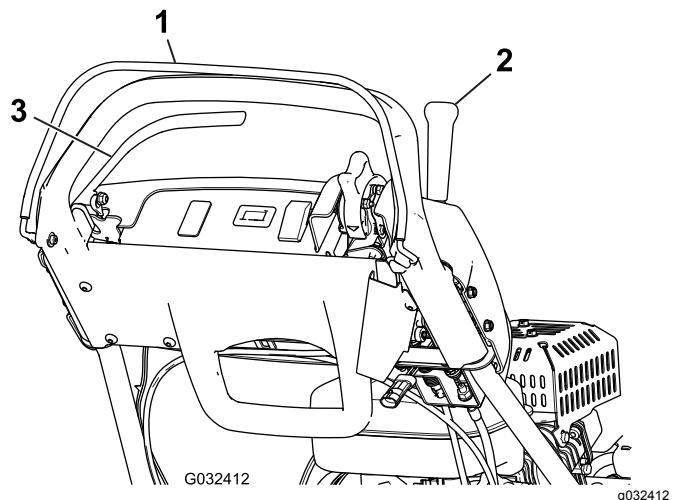

Figura 29
3. Tentate di innestare la leva della trazione con l'OPC rilasciato (Figura 29). La leva della trazione **non deve** innestarsi. Se la leva della trazione si innesta, il sistema di sicurezza deve essere revisionato. Rettificate il problema prima di utilizzare la macchina; fate riferimento a Manutenzione del microinterruttore di sicurezza della trazione \(pagina 34\).
4. Tenete premuto l'OPC e la leva della trazione innestata per rilasciare l'OPC stesso (Figura 29). La leva della trazione **deve** disinnestarsi. Se la leva della trazione non si disinnesta, il sistema di sicurezza deve essere revisionato. Rettificate il problema prima di utilizzare il tosaerba; vedere Manutenzione del microinterruttore di sicurezza della trazione \(pagina 34\).
5. Con l'OPC premuto e la leva del cambio spostata a sinistra, innestate il comando della trazione e l'azionamento del cilindro, quindi rilasciate l'OPC (Figura 29). La leva della trazione **deve** disinnestarsi. Se la leva della trazione non si disinnesta, il sistema di sicurezza deve essere revisionato. Rettificate il problema prima di utilizzare la macchina; fate riferimento a Manutenzione del microinterruttore di sicurezza della trazione \(pagina 34\) o a Regolazione del comando del cilindro \(pagina 38\).
6. Tenete premuto l'OPC e la leva del cambio spostata a sinistra per innestare il comando della trazione e del cilindro, spostate la leva del cambio a destra per disinnestare il comando del cilindro (Figura 29). La trasmissione del cilindro **deve** disinnestarsi. Se la trasmissione del cilindro non si disinnesta, il sistema di sicurezza deve essere revisionato. Rettificate il problema prima di utilizzare la macchina; fate riferimento a Regolazione del comando del cilindro \(pagina 38\).
2. Tenendo premuto l'OPC, la leva della trazione innestata e i comandi del motore in posizione di avviamento (Figura 29), cercate di avviare il motore. Il motore **non dovrebbe** avviarsi. Se dovesse avviarsi, occorre fare revisionare il microinterruttore di sicurezza. Rettificate il problema prima di utilizzare la macchina; fate riferimento a Manutenzione del microinterruttore di sicurezza della trazione \(pagina 34\).
2. Tenendo la leva della trazione disinnestata, il freno di servizio inserito e i comandi del motore in posizione di avviamento (Figura 29), tentate di avviare il motore. Il motore **sì deve** avviare. Se non dovesse avviarsi, occorre fare revisionare il microinterruttore di sicurezza. Rettificate il problema prima di utilizzare la macchina; fate riferimento a Manutenzione del microinterruttore di sicurezza del freno \(pagina 35\).
3. Con il motore acceso, innestate il freno di servizio (non il fermo del freno di stazionamento), premete l'OPC e inserite la leva della trazione (Figura 29). Il motore dovrà funzionare senza essere compromesso dal freno, ma senza spegnersi. Se dovesse spegnersi immediatamente, occorre fare revisionare il microinterruttore di sicurezza. Rettificate il problema prima di utilizzare la macchina; fate riferimento a Manutenzione del microinterruttore di sicurezza del freno \(pagina 35\).
4. Con il motore acceso, innestate il fermo del freno di stazionamento, premete l'OPC e inserite la leva della trazione (Figura 29). Il motore **dovrebbe** spegnersi. Se il motore non si spegne, occorre far revisionare il microinterruttore di sicurezza. Rettificate il problema prima di utilizzare la macchina; fate riferimento a Manutenzione del microinterruttore di sicurezza del freno \(pagina 35\).